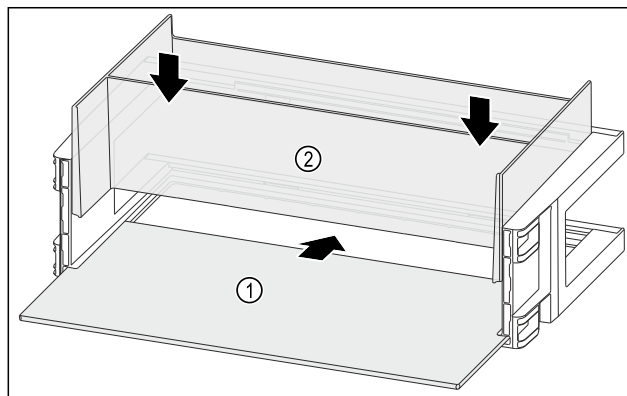

Fig. 94
- Wsunąć półkę Fig. 94 (1) w boczne wycięcia.
- Włożyć organizer Fig. 94 (2).